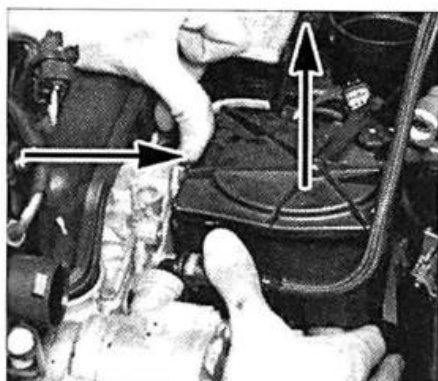

FIG. 35
- Desengrapar y desmontar el conjunto filtro de gasoil (fig. 35).